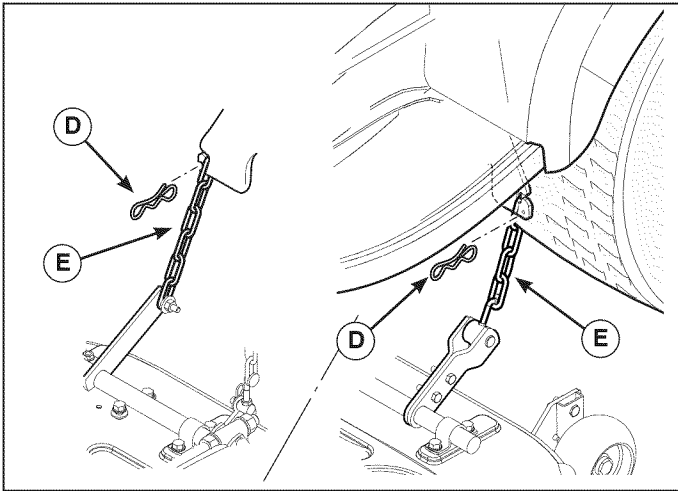

Figura 18
5. Retire los pasadores de horquilla (D, Figura 18) y desconecte la cadena de la altura de corte (E) del enganche del bastidor del tractor.
6. Conecte la cadena de la altura de corte (E, Figura 18) en el enganche del bastidor del tractor con los pasadores de horquilla (D).